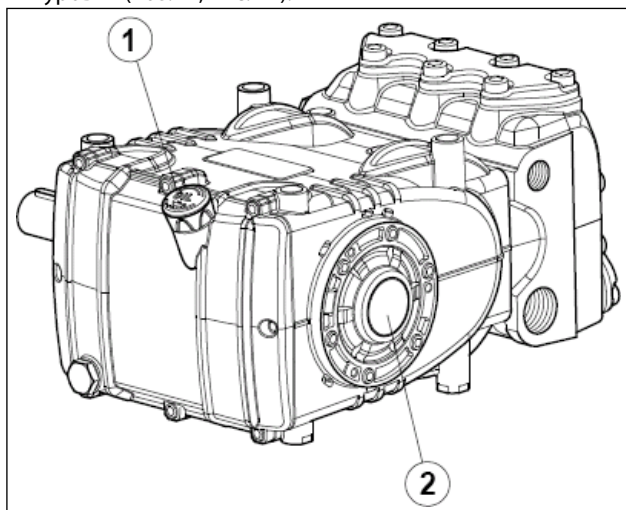

Рис. 14
- Масло в картере насоса находится на нужном уровне, проверьте его при помощи специального шупа (поз. ①, Рис. 14), в крайнем случае - при помощи индикатора уровня (поз. ②, Рис. 14).